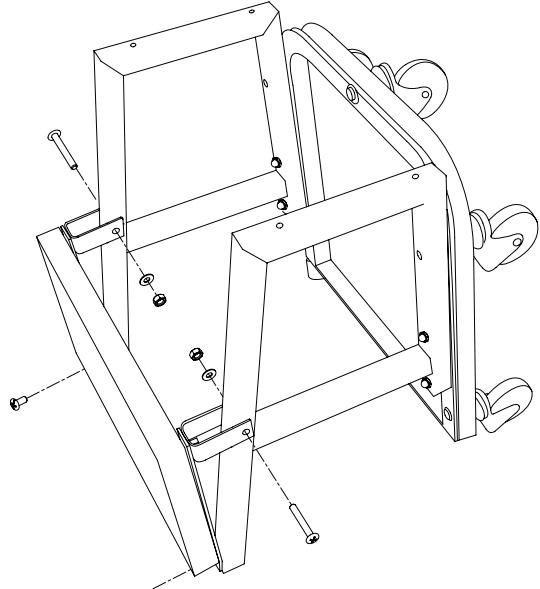

Figure 2 : Installation du galet
- Fixez le siège du galet sur les bâts latéraux du galet à l'aide de deux vis Phillips M6 x 40, avec des rondelles, des écrous, et deux vis Phillips M6 x 14, comme dans la figure 2.